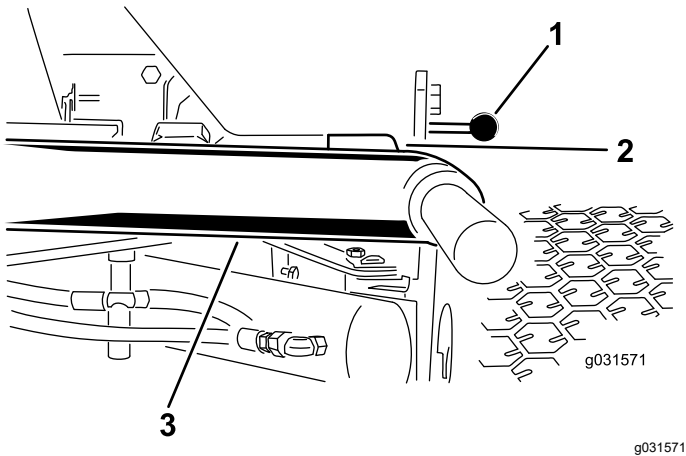

Figura 13
1. Arranque el motor, eleve las unidades de corte y compruebe que la holgura entre cada brazo de elevación y el soporte de la chapa de suelo es de 5 a 8 mm, tal y como se muestra en la Figura 13.